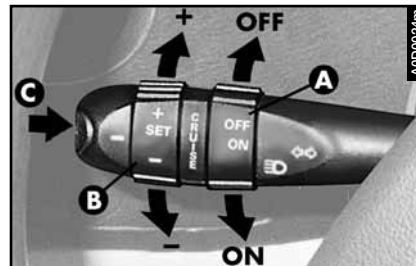

fig. 78
### MANDOS (fig. 78)
*En caso de funcionamiento defectuoso del dispositivo o de falta de funcionamiento, colocar el interruptor (A-fig. 78) en la posición OFF y dirigirse a un Servicio Autorizado Alfa Romeo tras haber comprobado la integridad del fusible de protección.*
*El interruptor (A-fig. 78) se puede dejar constantemente en la posición ON sin dañar el dispositivo. De todas formas, se aconseja desactivar el dispositivo cuando no se utiliza, colocando el interruptor (A) en la posición OFF, para evitar memorizaciones accidentales de velocidad.*